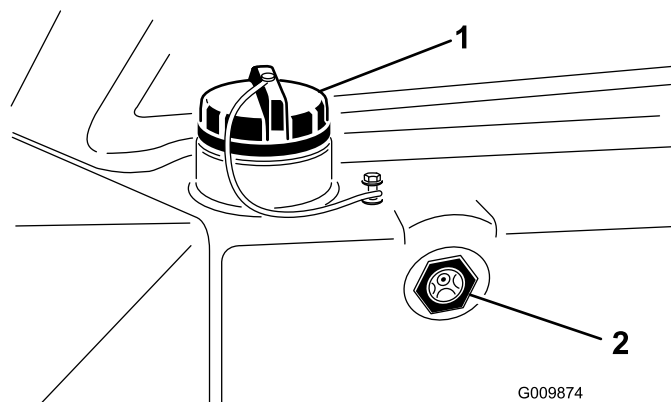

図 29
2. 油圧オイルタンクの側面についている点検窓からオイルの量を点検する (図 29)。
(図 29)。**入れすぎないこと。**